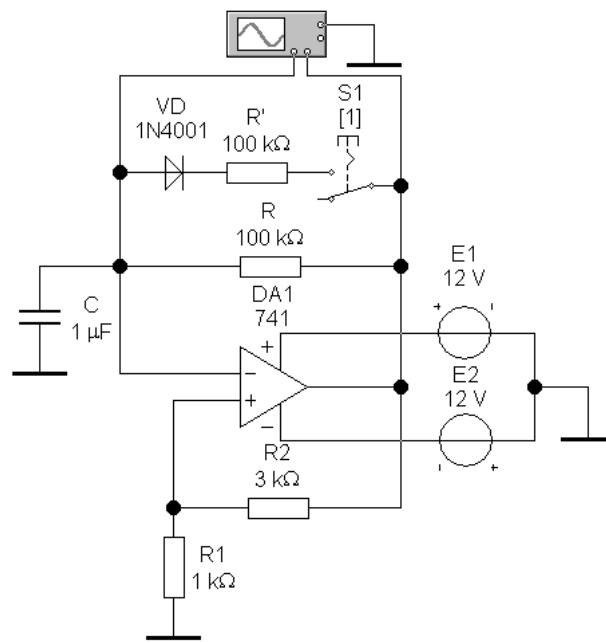

Рисунок 6 – Схема для дослідження мультивібратора
- 2.3.1 Запустити програму EWB і обрати схему для дослідження мультівібратора (рис. 6).